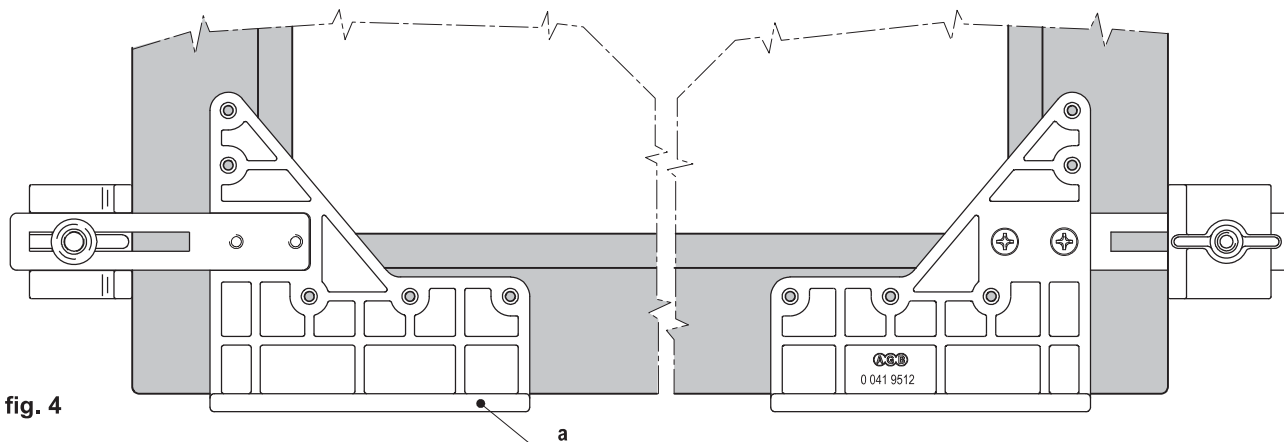

fig. 4
- 3) Ribaltare la dima art. M02030.00.02 (a) di 180°, posizionarla in battuta sul traverso inferiore e sul montante opposto. Praticare altri cinque fori con punta da 4 mm (fig. 4).